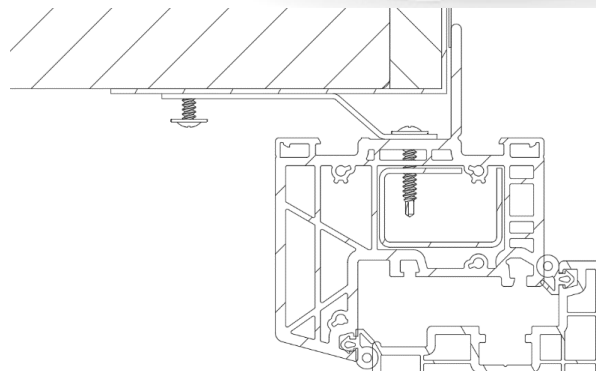

Figura 23: Detalle de fijación al cabezal de la puerta con luz lateral con anclaje de correa.
l) Consulte la *figura 23* utilizando fijaciones como se especifica en la sección 5.1, B.